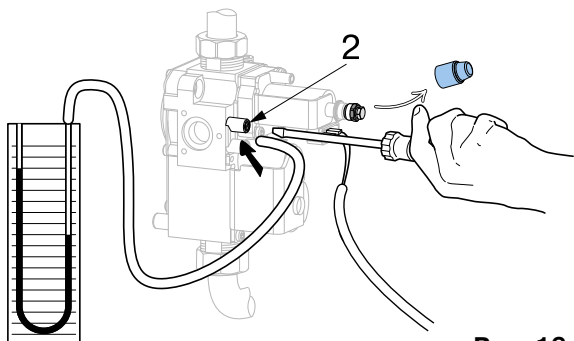

Рис. 16
- снимите защитный колпачок с регулировочных винтов (рис. 16)
- отверните винт **2** и подведите к месту замера давления трубку, соединенную с манометром (рис. 16)